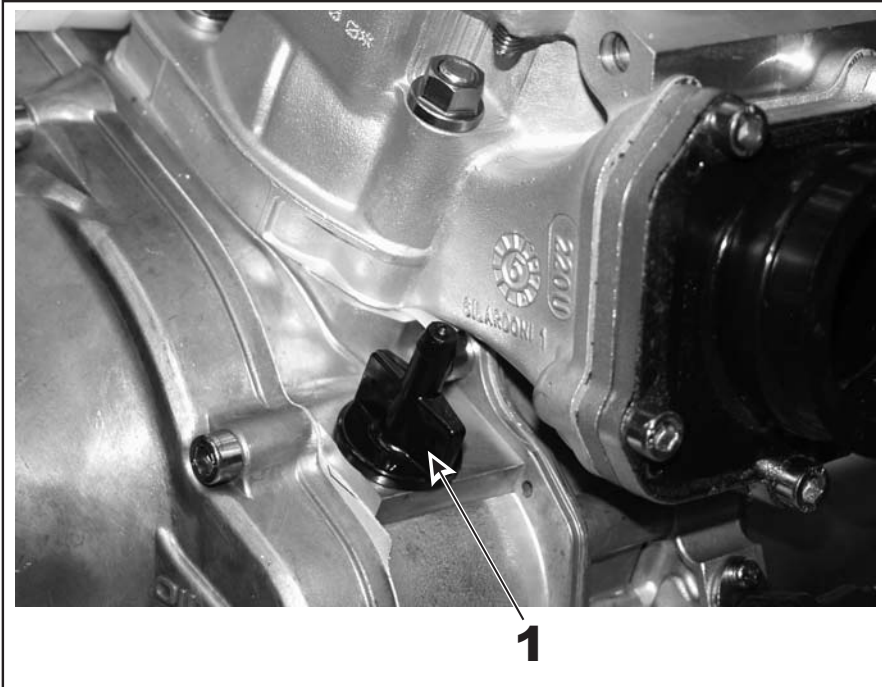

Bild 2
- ◆ **Hinweis:** Füllmenge bei Neubefüllung: 0,150 Liter / 0,039 gal (US)
Sollte der Ölstand nicht ausreichend sein ist so lange Öl bei der Öleinfüllbohrung (1) (siehe Bild 2) einzufüllen bis der Ölstand die notwendige Höhe erreicht hat .
- ◆ **Hinweis:** Öleinfüllschraube Hand fest anziehen (1).